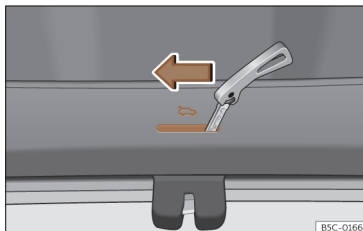

Abb. 68 Detail Gepäckraum: Notentriegelung.
• Führen Sie den Schlüsselbart in den Schlitz ein und drehen Sie den Schlüssel in Pfeilrichtung, bis sich das Schloss öffnet»» **Abb. 68**.